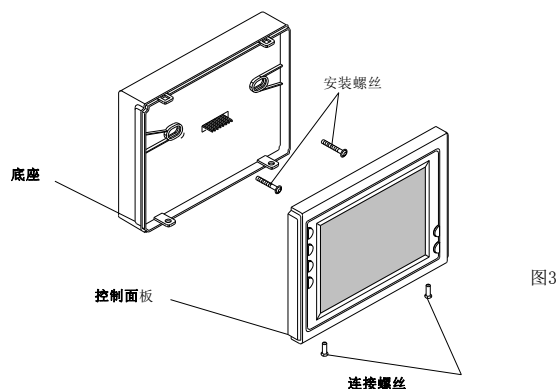

图 5
1. 从温控器的底部取出螺钉，（见图 5）轻轻的从底部移出控制面板